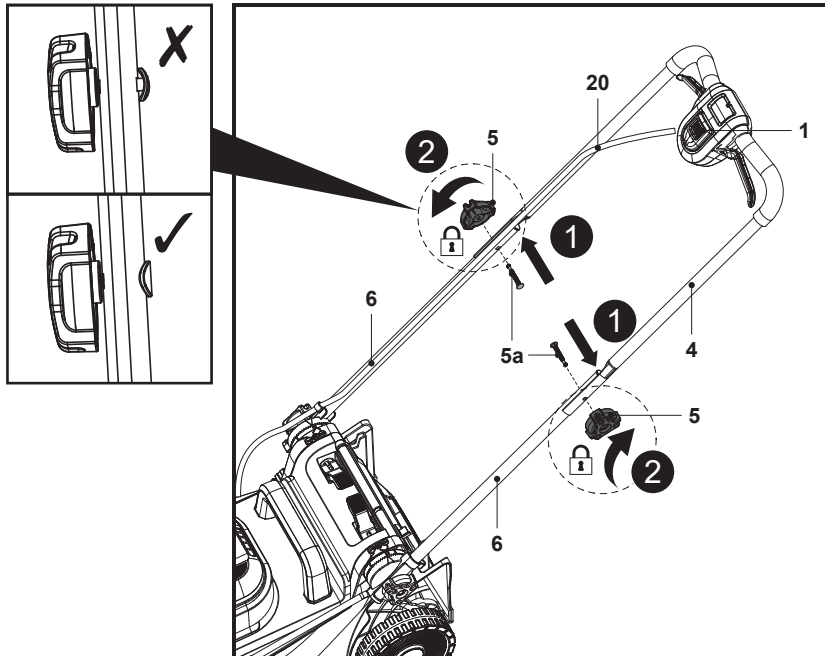

Fig. 3
1. Segure no guiador superior (4) com o botão do interruptor de segurança (1) virado para cima.
2. Alinhe os orifícios de fixação do guiador superior (4) e dos guidadores inferiores (6).
3. Passe o parafuso de fixação (5a) pelos orifícios de fixação até ao fim (Fig. 3, passo 1).
4. Fixe o guiador superior (4) com o guiador inferior (6) rodando o botão de bloqueio (5) para a direita na rosca do parafuso de fixação (5a) para apertar (Fig. 3, passo 2).
5. Certifique-se de que o cabo de controlo (20) percorre a parte superior do guiador superior (4) e o guiador inferior (6).